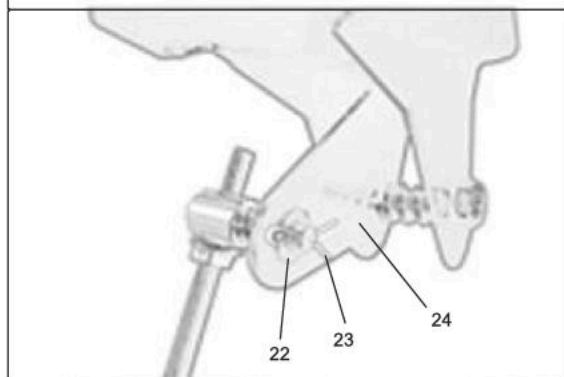

Рис.9.2
•Смонтируйте соединительную тягу выбора передач (20), пружину (21), шайбу (22) и закрепите шплинтом (23) на кронштейне (24) выбора передач в верхней части снегоуборщика под панелью оператора (рис. 9.2).